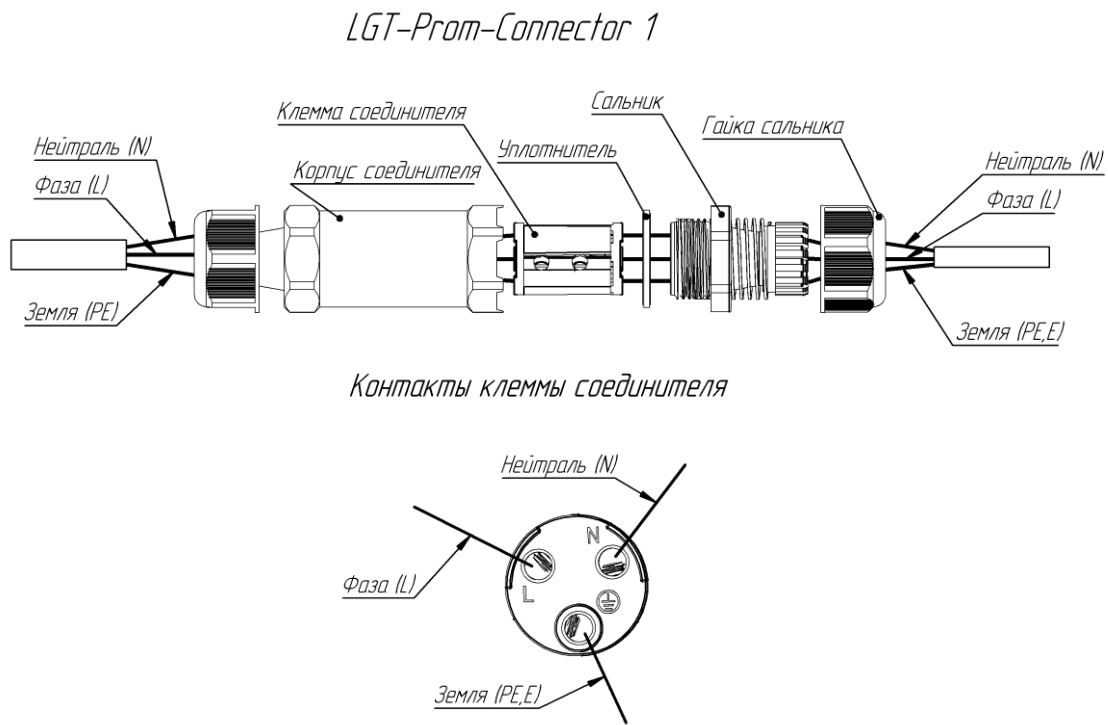

Рис. 1
6.4.2 Коммутация проводов с помощью кабельного соединителя производится в соответствии с Рис.1. Для сохранения степени защиты светильника необходимый диаметр сечения кабеля должен быть 5-9 мм с проводами диаметром 0,5-2,5 мм².
Открутить гайку сальника и сам сальник с неподключенной части кабельного соединителя. Продеть через гайку сальника и сам сальник кабель. Концы проводов кабеля, продеть в соответствующие гнезда кабельного соединителя (рис. 1) согласно маркировке: коричневый провод - Фаза (L); синий провод - Нейтраль (N); желто-зеленый провод - Земля (PE, E). Фиксирующие винты затянуть. Закрутить гайку сальника и сам сальник на ответную часть кабельного соединителя.